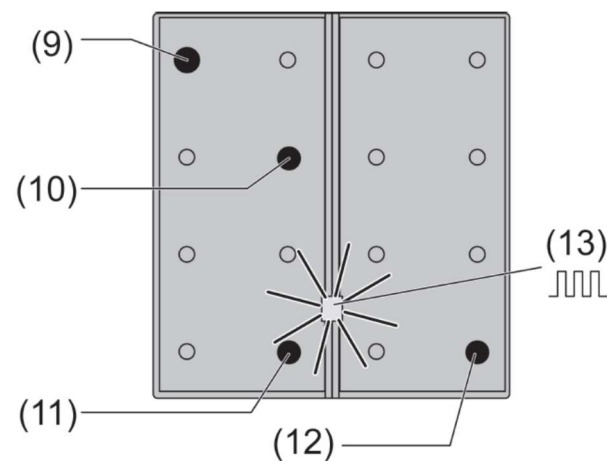

Imagen 7: Teclas para la activación del modo de programación.
- Dependiendo del modelo que sea (1, 2, 3 o 4 fases) mantenga pulsadas las teclas superior izquierda e inferior derecha (Imagen 7). Son las mismas que se utilizan para llevar el aparato a modo de programación.